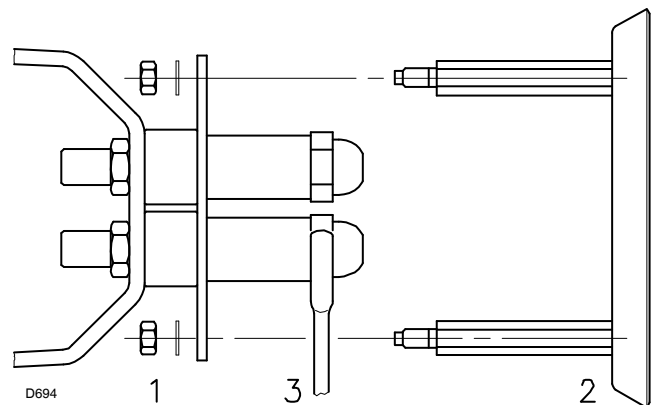

Abb. 16
- Die Muttern 1) (Abb. 16 auf Seite 19) und die Scheibe 2) abnehmen.
- Die Düsen mit dem Schlüssel 3) (Abb. 16 auf Seite 19) austauschen.
- Die Muttern 1) (Abb. 16) und die Scheibe 2) abnehmen.
- Die Düsen mit dem Schlüssel 3) (Abb. 16) auswechseln.